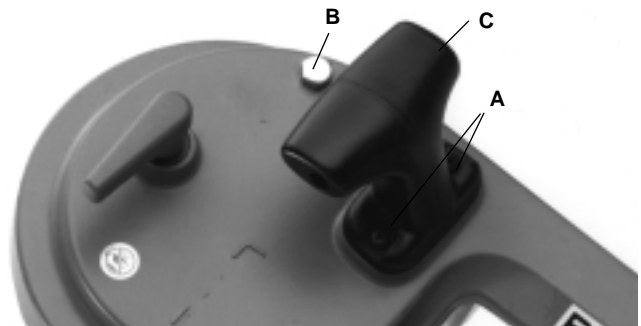

Figura 3
1. Extraiga los dos tornillos (A) y retire la perilla (C) y el tornillo (B) (Figura 3).
3. Vuelva a montar la perilla (C), (Figura 3), empleando los dos tornillos de montaje más largos provistos con la prensa 32V.